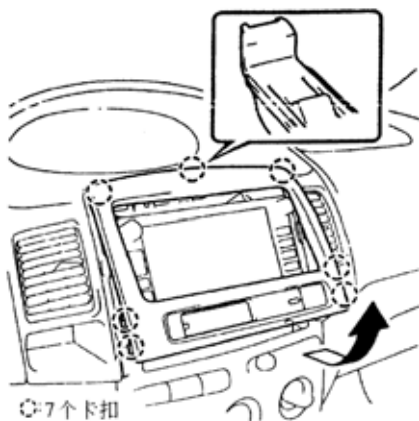

图 9-113
(1)用装饰条拆除器，松开 7 个卡扣，如图 9-113 所示。